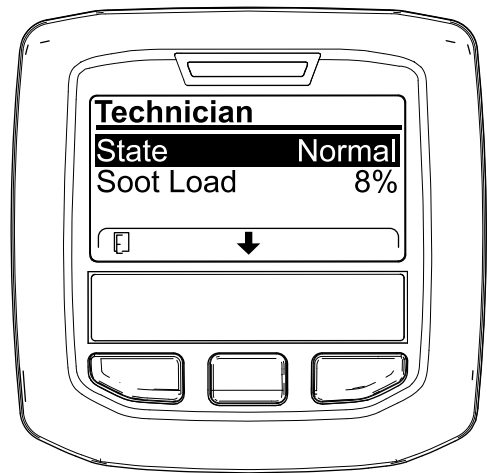

Figura 9
- Utilice la tabla de funcionamiento de DPF para comprender el estado actual del funcionamiento del DPF (Figura 9).